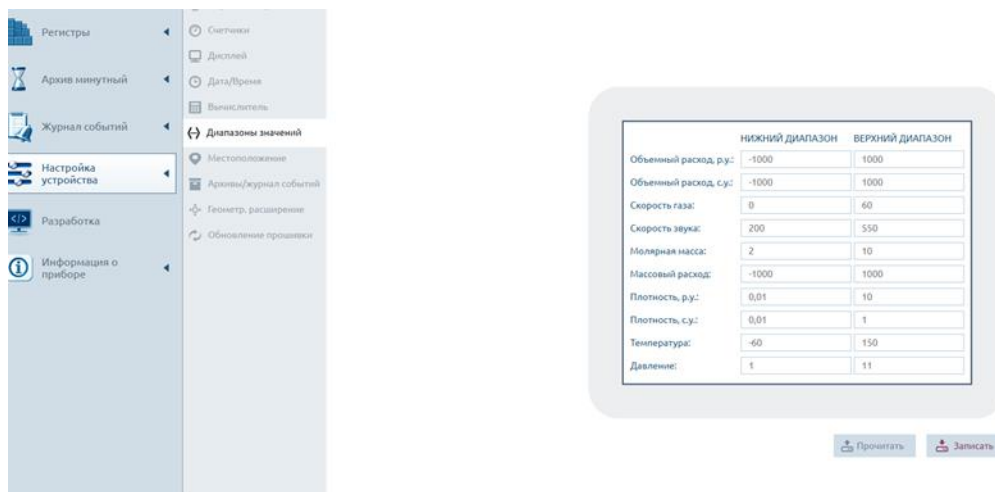

Рисунок 68 – Диапазоны значений
- Перейдите в меню "Настройка устройства" → "Диапазоны значений" (рисунок 68).